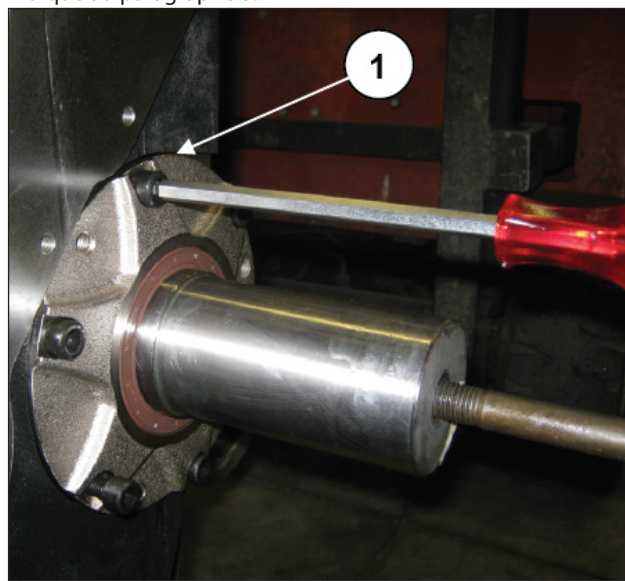
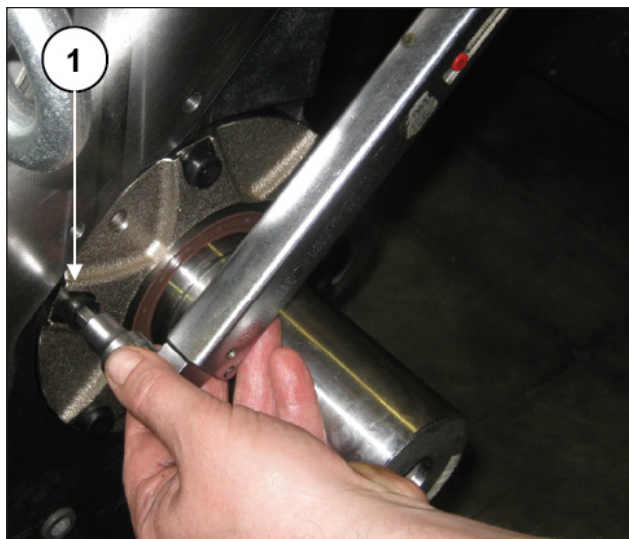

Fig. 119
Fig. 120
Monter le joint et les couvercles du roulement de la prise de force des deux côtés et serrer les vis de fixation M10 (rep. ①, Fig. 119 - Fig. 120).